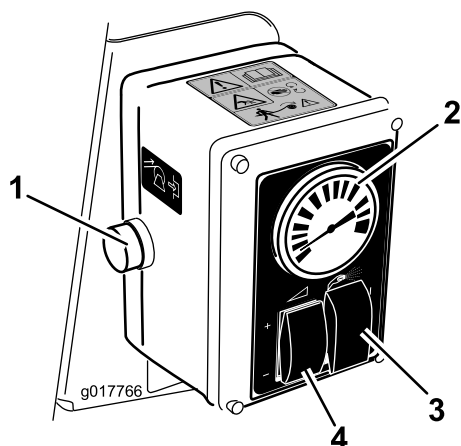

Рисунок 21
5. Установите переключатель режимов опрыскивания в положение ручного опрыскивания (Рисунок 21).
6. Для увеличения или уменьшения давления регулируйте переключатель интенсивности опрыскивания и дроссельную заслонку до тех пор, пока на манометре не установится нужное значение (Рисунок 21).